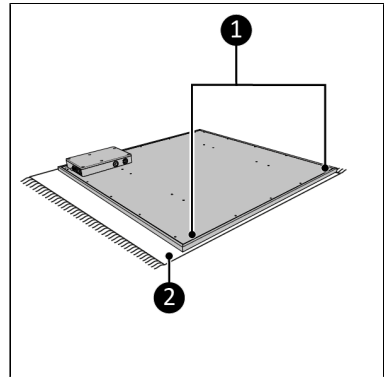

Abbildung 62.
1. Legen Sie das Gerät auf eine stabile weiche Oberfläche (Abbildung 62, Pos. 2).